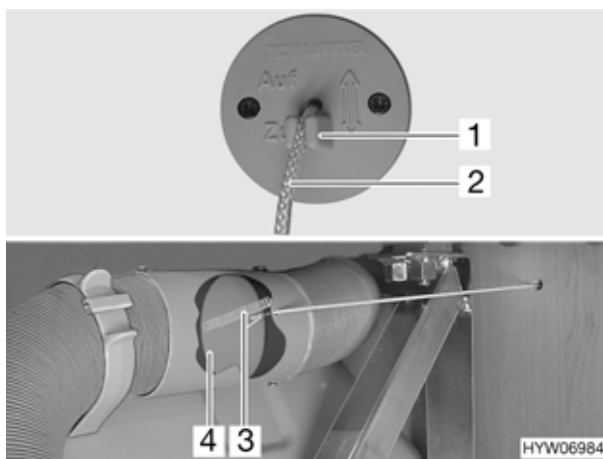

Fig. 141 Impostazione riscaldamento
La distribuzione dell'aria calda per la mansarda può essere aperta e chiusa mediante l'impostazione riscaldamento (Fig. 141).
- Tirare in fuori la cordicella (Fig. 141,2) finché non si incontra una leggera resistenza e fissare la cordicella nel fermo (Fig. 141,1).
Lo sportello (Fig. 141,4) è chiuso.
- Sganciare la cordicella (Fig. 141,2) dal fermo (Fig. 141,1) e riportarla lentamente nella posizione originaria.
Lo sportello (Fig. 141,4) viene aperto dalla molla (Fig. 141,3).